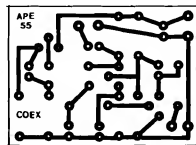

Fig.2
**- FIG. 2 - LAY OUT DO CIRCUITO IMPRESSO ESPECÍFICO** - Sem a menor complicação, o padrão cobreado de ilhas e pistas, em tamanho natural, é visto na figura... Sua grande simplicidade permite até que a traçagem (após a cópia com carbono, sobre a face cobreada de um fenolite virgem...) seja feita por métodos manuais, com caneta apropriada e tinta ácido resistente (a ausência de integrados facilita esse método menos sofisticado de confecção...). Entretanto, quem quiser um acabamento "bonitinho" e profissional (feito apresenta o diagrama...), deve recorrer aos decalques ácido-resistentes, que sempre promovem uma estética melhor... Não esquecer da "velha" e obrigatória verificação final, cuidadosa, na busca de defeitinhos (falhas, "curtos", etc.) que devem ser corrigidos antes de se começar a inserção e soldagem das "pernas" dos componentes... Os Leitores/Hobbystas iniciantes devem também ler com atenção as INSTRUÇÕES GERAIS PARA AS MONTAGENS, onde fatores fundamentais para a boa confecção e utilização de Impressos são devidamente detalhados...